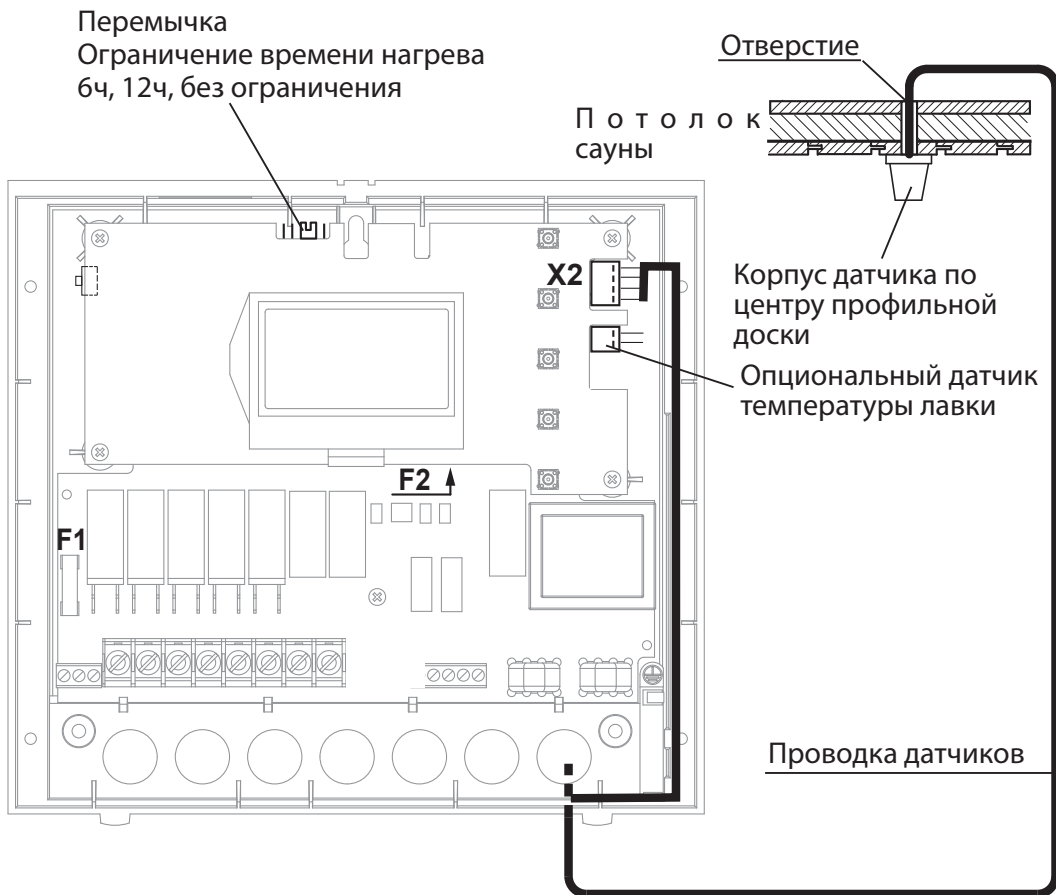

Рис. 11
5. Проведите провода датчика к блоку управления и проденьте их через правый кабельный ввод в прибор. Проложите провода датчика внутри блока управления как показано на рис. 11. Подключите провода датчика согласно рис. 12. Для этого извлеките разъем X2 из платы и повторно подсоедините после подключения.